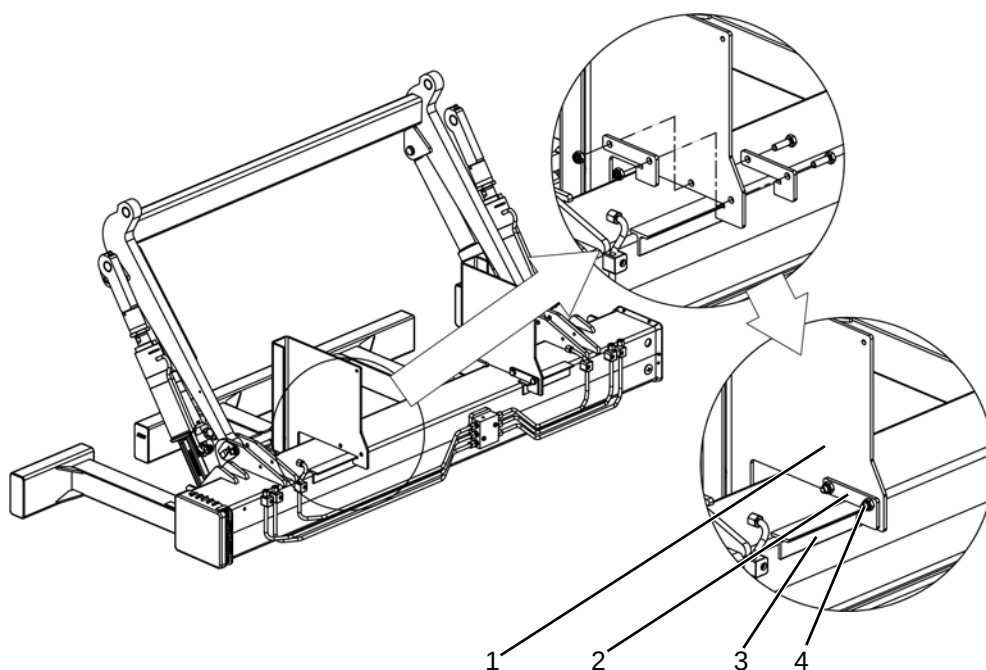

Abbildung 11: Verstärkung der Konsolbleche
Bei den Hubladebühnen C 1000 S und C 1500 L sind die Konsolbleche mit dem Montagesatz (Sach-Nr. 2030247) zu verstärken (siehe Abbildung 11, Seite 32).
- Legen Sie die Bleche an den Konsolblechen beidseitig an und haken Sie sie hinter den T-Profilen ein (siehe Abbildung 11).